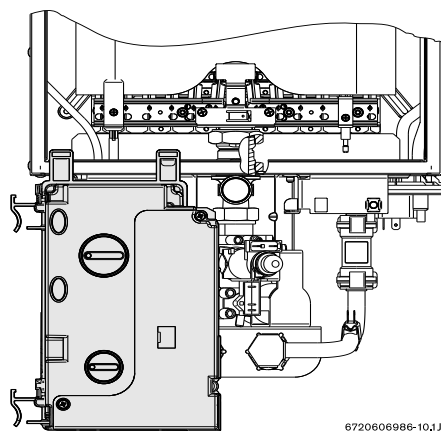

Fig. 15 Kopplingskåp – gasinställningsposition
- ▶ När kopplingskåpet har tagits bort, placera det som i Fig. 15.